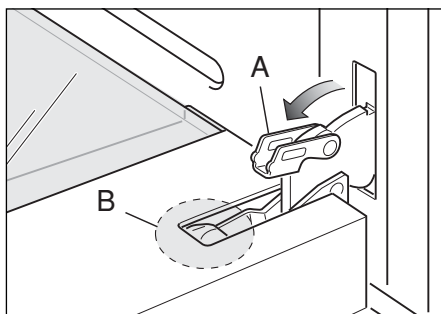
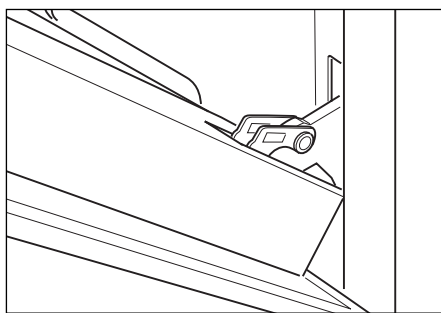

Fig. 40b
Fig. 40c
- Ouvrez entièrement le levier « A » sur les charnières de gauche et de droite (Fig. 40b).
- Refermez doucement la porte (Fig. 40c) jusqu'à ce que les charnières gauche et droite s'accrochent sur la partie « B » de la porte (Fig. 40b).